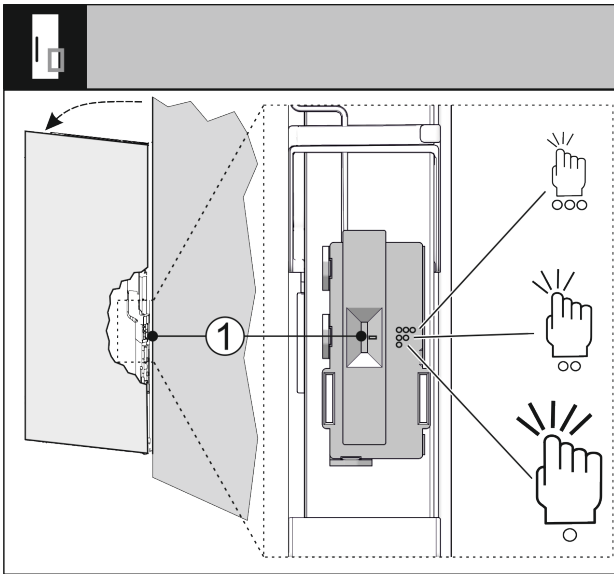

Fig. 71
Отрегулируйте чувствительность сигнала стука при помощи переключателя Fig. 71 (1). Переключатель находится со стороны петель на нижней трети двери.
- Установите переключатель Fig. 71 (1) в нужное положение.